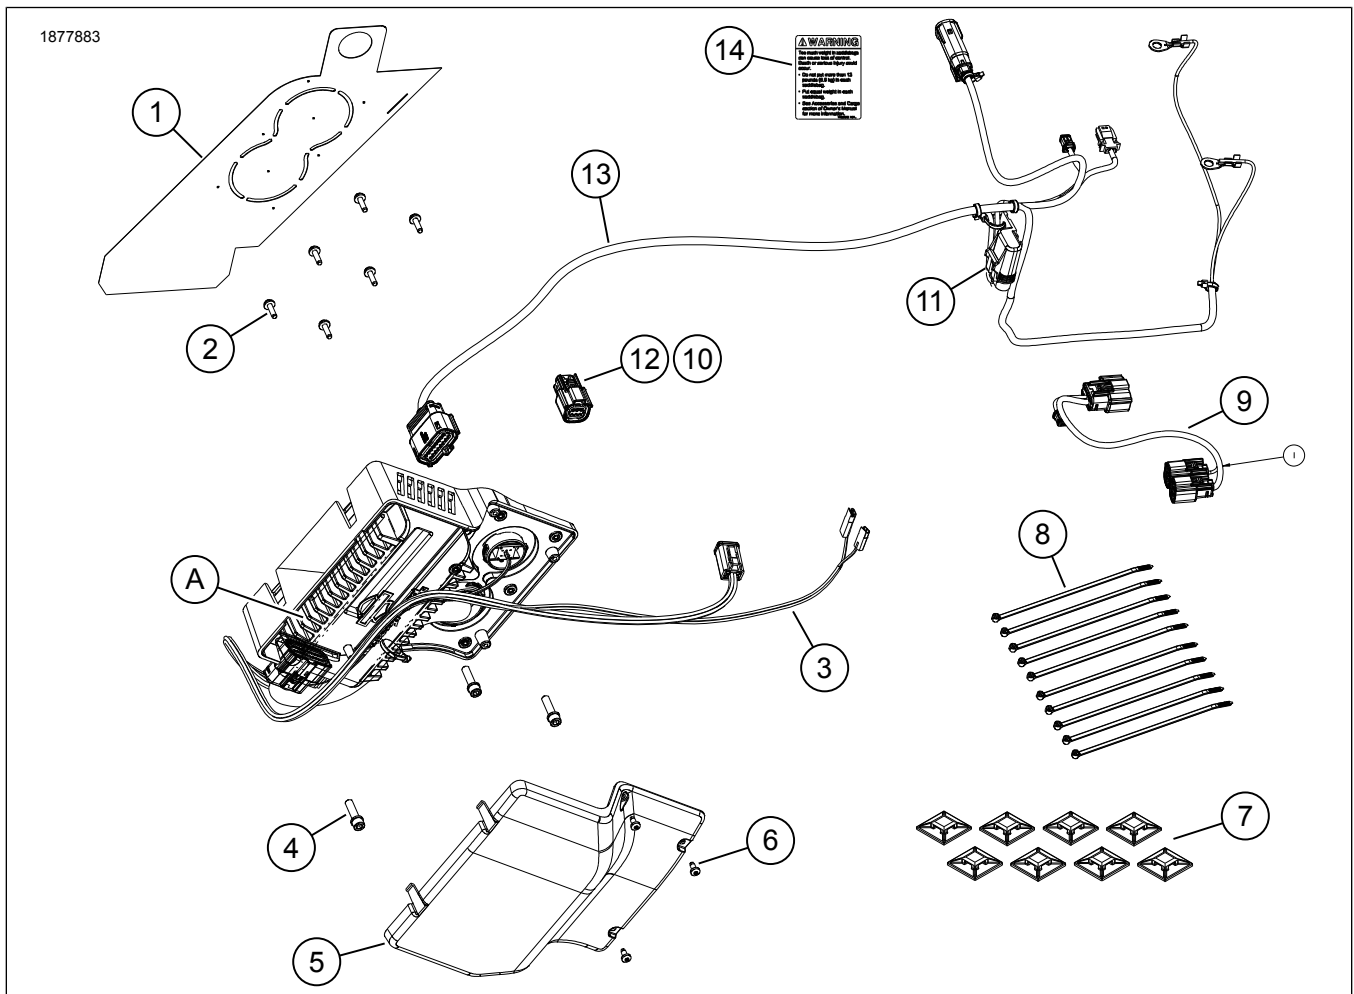

Figure 1. Contenu du kit : kit installation d'un amplificateur secondaire pour le système audio Harley-Davidson® développé en partenariat avec Rockford Fosgate®
3. Voir la figure 1. Installer l'étiquette de capacité sur la sacoche (14).